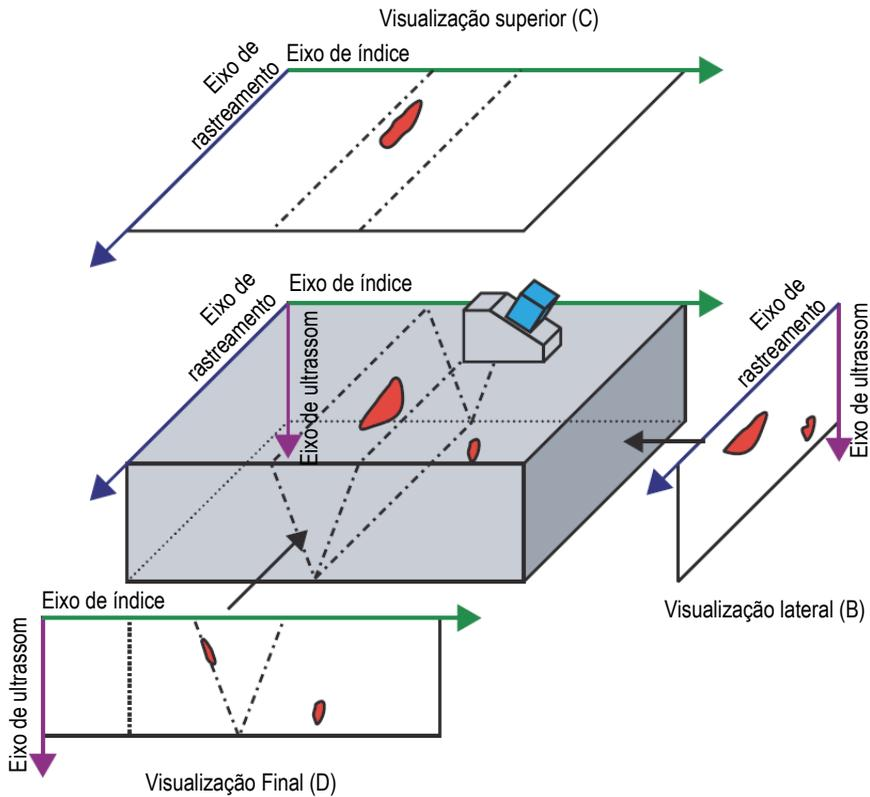

Figura 3-21 Exemplo de visualização de ultrassom [Superior (C), Lateral (B) e Final (D)] com sonda com ângulo de inclinação de 90°
As visualizações volumétricas são imagens codificadas por cores construídas a partir de A-scan sucessivos nos diversos planos definidos pelos eixos de ultrassom, rastreamento e índice. As visualizações mais importantes, similares às projeções 2D de um desenho técnico, são apresentadas na Figura 3-21 na página 84.
Na Figura 3-21 na página 84, se o ângulo de inclinação da sonda é 0° (ou 180°), a visualização Lateral (B) torna-se a visualização Final (D) e vice-versa. A visualização lateral (B) é definida pela profundidade e pelo eixo de movimento da sonda. A visualização Final (D) é definida pela profundidade do eixo de rastreamento eletrônico.